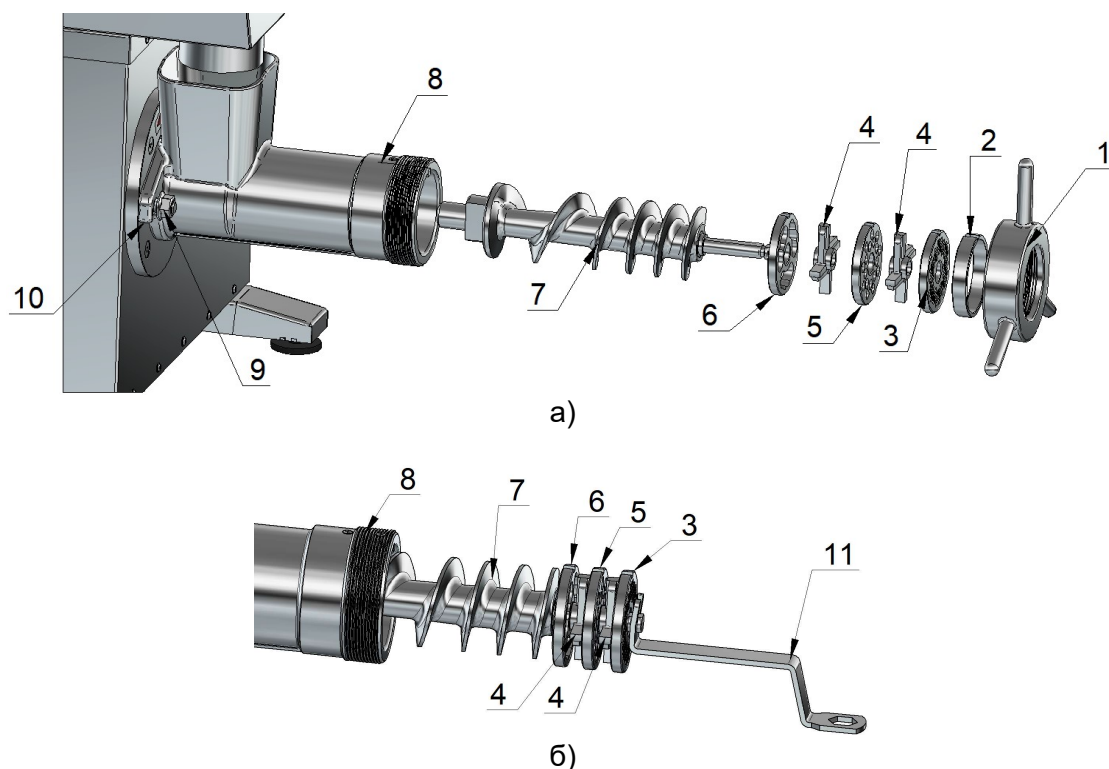

Рис. 4 Извлечение из горловины подающего шнека, решеток и ножей
7.1.2. Вытягивайте подающий шнек (7) из горловины (8) вместе с ножами (4), решетками (3), (5), (6) и кольцом (2). При этом каждую деталь по мере выдвижения снимайте с подающего шнека (рис. 4а).
7.1.3. Демонтаж режущей группы мясорубки можно произвести с помощью специального ключа (11) после снятия гайки (1) и кольца (2). Для этого вытяните подающий шнек (7) из горловины (8) вместе с ножами (4), решетками (3), (5), (6) специальным ключом (11), поместив паз ключа в проточку пальца шнека (7), как показано на рис. 4б), и вынуть режущий блок из горловины целиком.